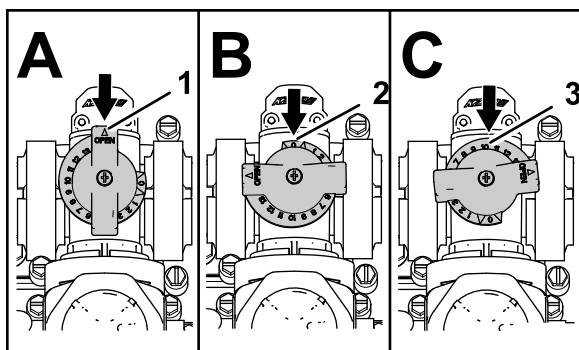

Рисунок 22
- Перепускной клапан перемешивания находится в полностью открытом положении, как показано на Рисунок 22А.
- Перепускной клапан перемешивания находится в закрытом (0) положении, как показано на Рисунок 22В.
- Перепускной клапан перемешивания находится в промежуточном положении (отрегулированном в соответствии с показаниями манометра системы опрыскивателя), как показано на Рисунок 22С.